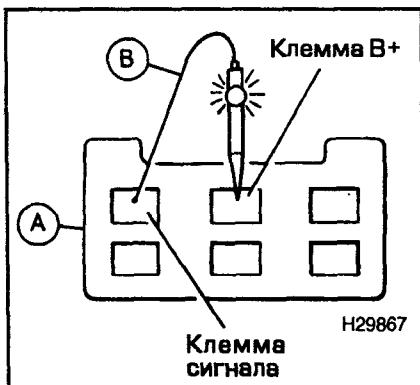

Рис. 21.4. Для считывания кодов неисправностей подключите светодиод к 6-штырьковому разъему
- 1 Найдите 6-штырьковый разъем и подключите светодиод к клемме В+ и клемме сигнала (см. рис. 21.4).